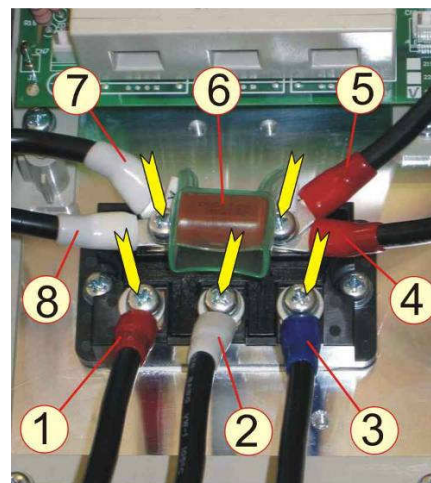

Рис.6.11
**6.8.1** Выкрутить пять винтов на контактах диодного модуля, снять конденсатор 6, снять провода 1...5, 7, 8 (рис.6.11). Положить винты, провода и конденсатор в тару.